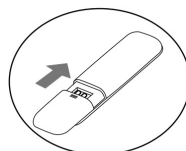

Fig.3
3. Placera den runda anslutningen på slangen och för därefter in den i hålet utan locket (Fig. 3).
(Fig. 3)
- Skjut tillbaka locket enligt pilens riktning (Fig. 3).